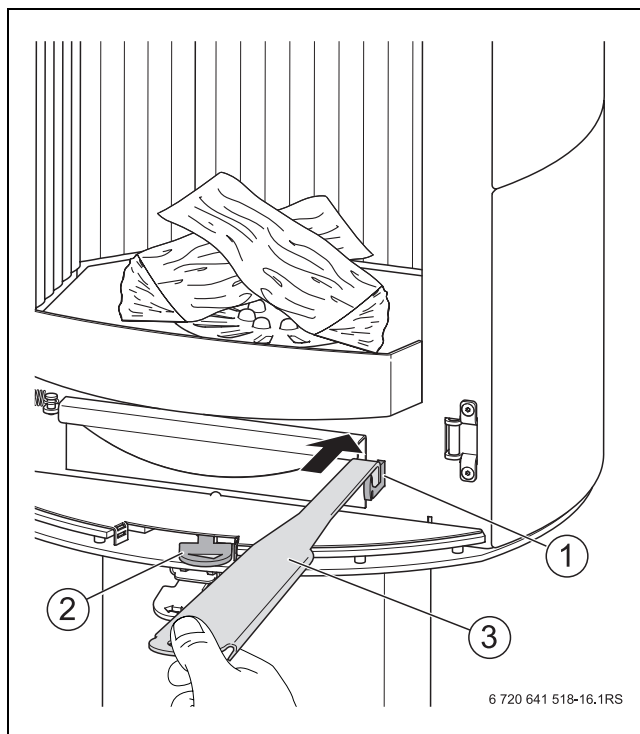

Рис. 6 Заслонка воздуха для горения и заслонка решётки
- ▶ Для выдвигания заслонки решётки используйте «холодную ручку» (→ рис. 6 [3], стр. 10).